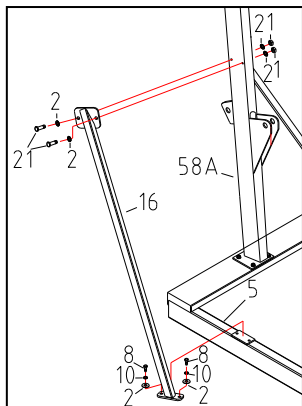

Fig. 4
Étape 4 (Fig.4) :
Assemblez les écrous (1#), les rondelles (2#), les boulons (8#), (21#), la rondelle élastique (#10) et selon l'ordre de la Fig. 4.